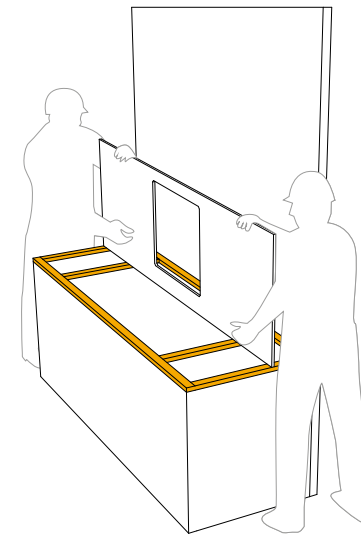

Abb.1
- Die Arbeitsplatte vertikal gegen die Stützwand der Küche lehnen (Abb. 1).
- Silikon gleichmäßig auf die Querträger verteilen, damit die Platte optimal anhaftet (Abb. 1).